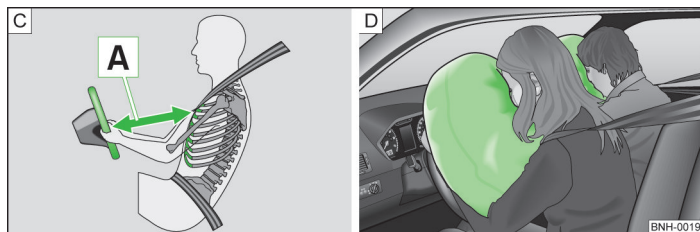

Fig. 113 Distanța sigură față de volan/airbaguri umplute cu gaz
Când se declanșează airbagurile, acestea se umflă în fața șoferului și pasagerului din față » fig. 113 - [D]. Airbagul umflat amortizează mișcarea spre înainte a pasagerilor reducând astfel riscul de rănire în zona capului și a pieptului.
- [A] » fig. 113. Dacă nu se respectă această distanță, sistemul airbag nu își poate exercita eficiența maximă – Pericol! Pe lângă acestea, scaunele din față și teierele trebuie să fie întotdeauna reglate în funcție de mărimea corpului.